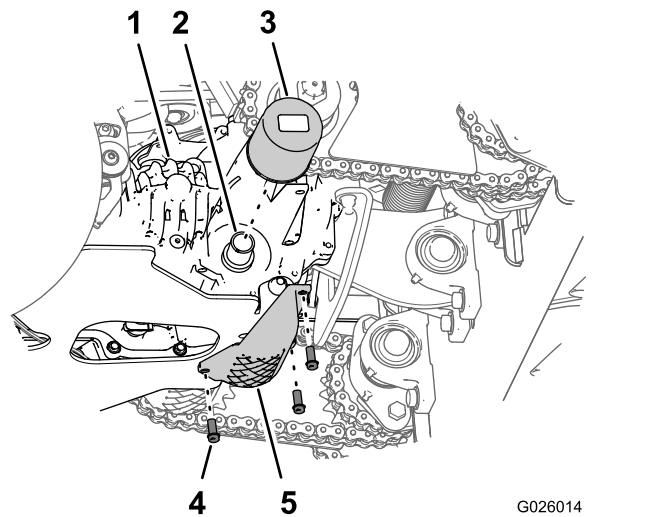

Figure 58
- Nettoyez la surface autour du filtre de transmission (Figure 58).
- Tournez le filtre dans le sens antihoraire et déposez-le (Figure 58).
- Posez le filtre en le tournant dans le sens horaire sur l'adaptateur jusqu'à ce que le joint rejoigne la base de l'adaptateur, puis serrez encore le filtre de 3/4 à 1 tour (Figure 58).
- Montez la protection du filtre au moyen des 3 boulons à embase (1/4 x 3/4 po) que vous avez retirés à l'opération 3 (Figure 58); serrez les boulons à un couple de 10,17 à 12,43 N-m (90 à 110 po-lb).
- Retirez les 3 boulons à embase (1/4 x 3/4 po) qui fixent la protection du filtre à la transmission, et déposez la protection (Figure 58).